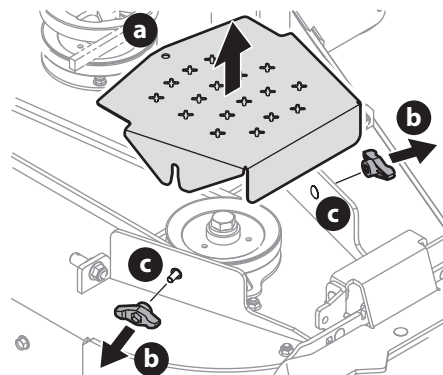

Fig. 61
3. Para quitar las cubiertas de la correa (a), quite las perillas de mariposa (b) de los tornillos de carro (c) que las aseguran a la plataforma (Fig. 61).
4. La tuerca de apriete rápido debería sostener el tornillo de carro (c) y el perno de lengüeta en su lugar; de lo contrario, vuelva a instalar (Fig. 61).